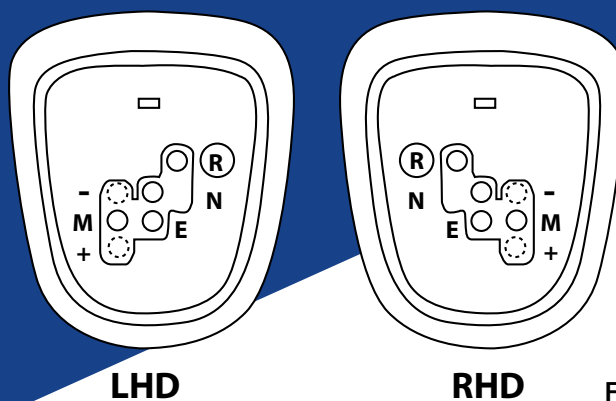

Fig. 1.
La boîte de vitesses multimode, aussi appelée MMT (Multi-Mode Transmission), est un type de boîte de vitesses manuelle séquentielle proposée par Toyota. Contrairement à une boîte de vitesses automatique conventionnelle qui a recours à l'hydraulique et à un convertisseur de couple, la MMT est dotée d'un embrayage à friction classique et d'un mécanisme de sélection mécanique de rapports contrôlé par voie électronique. La façon la plus simple de déterminer si un véhicule est équipé d'une MMT, est d'observer si le sélecteur de vitesses ne comporte pas de position de stationnement (P), tel qu'illustré sur la Figure 1.